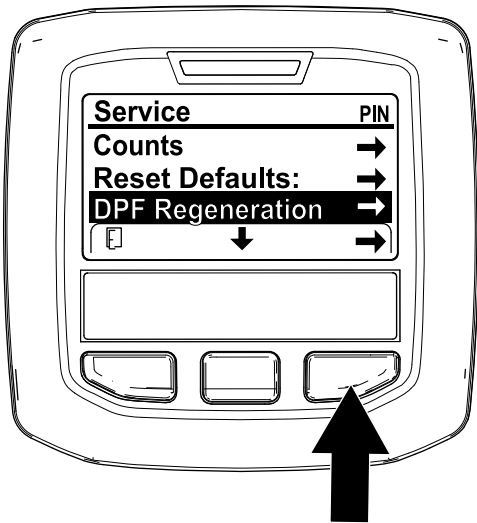

Figura 36
1. Accedete al menu Manutenzione (Service) e premete il pulsante centrale per scorrere il menu verso il basso fino all'opzione DPF REGENERATION (Figura 36).
2. Premete il pulsante destro per selezionare la voce DPF Regeneration (Figura 36).